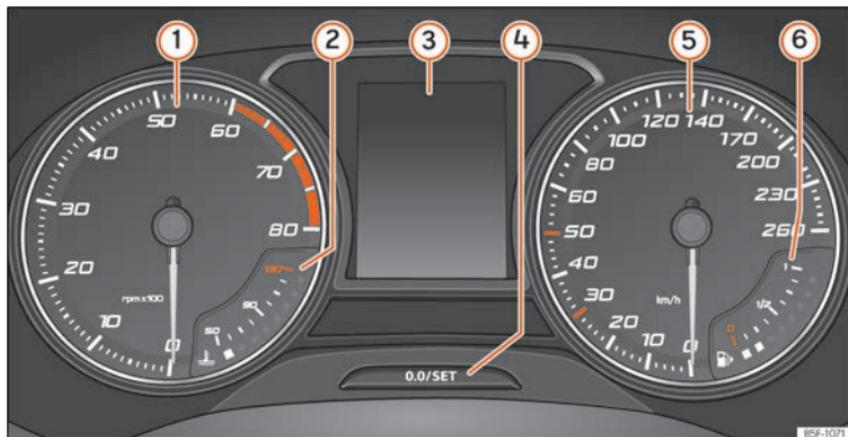

Fig. 111 Cuadro de instrumentos en el tablero de instrumentos.
»» fig. 111:
El cuentarrevoluciones muestra el régimen de revoluciones del motor por minuto »» fig. 111
La aguja del cuentarrevoluciones ⓘ »» fig. 111 sólo deberá alcanzar la zona roja durante un breve período de tiempo, de lo contrario corre el peligro de sufrir daños en el motor.
Al conectar el encendido, en la pantalla del cuadro de instrumentos »» fig. 111 ⓘ puede
- Pulse brevemente el botón **» fig. 111**  para restablecer el cuentakilómetros parcial a 0.
- Para ajustar la hora, mantenga pulsado el botón **» fig. 111**  durante más de 3 segundos para seleccionar el indicador de horas o bien de minutos.